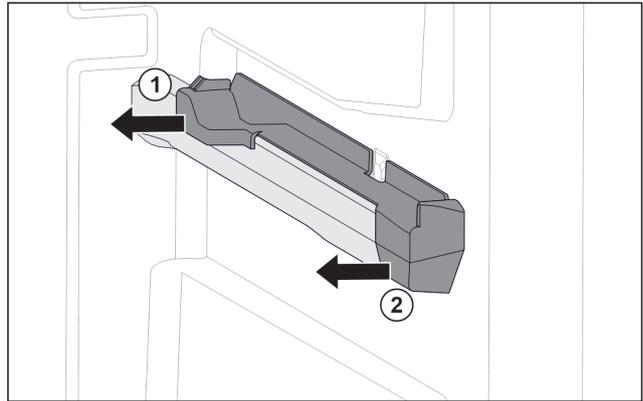

Fig. 124 Aufsteckteil auf der rechten Behälterrippe
- ▶ Aufsteckteil hinten zur Seite abziehen. Fig. 124 (1)
- ▶ Aufsteckteil vorne zur Seite abziehen. Fig. 124 (2)